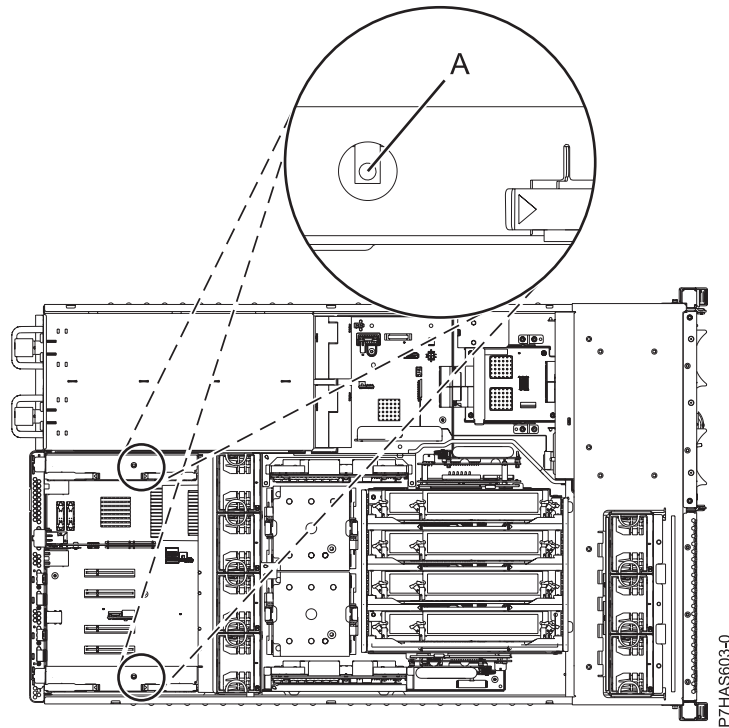

Abbildung 4. Anzeigen der GX-Adapter
In Abb. 4 auf Seite 6 werden die Anzeigen (A) angezeigt, die den GX-Adaptern zugeordnet sind.